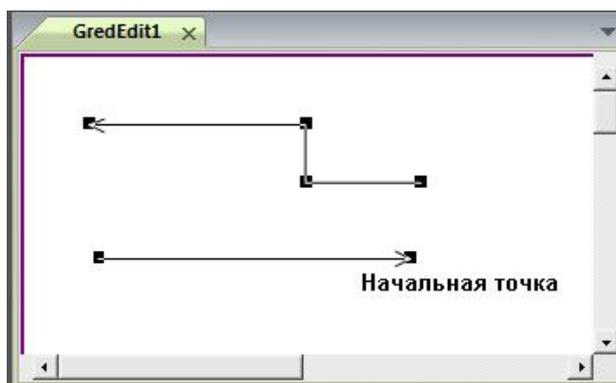

Рисунок 214 – Элемент стрелка
**Кнопка «Стрелка»** используется для рисования линий со стрелкой (рисунок 214).